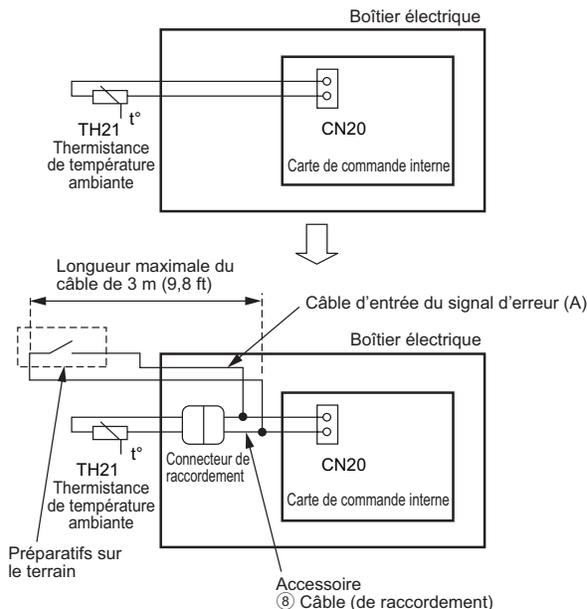

Fig. 5-6
- ① Méthode d'entrée du signal d'erreur (Fig. 5-6)
- Retirer la thermistance de température ambiante TH21 de la carte de commande interne et connecter le câble ⑧ (de raccordement) fourni avec le produit.
- Connecter un signal d'erreur (une entrée de contact sans tension) à un câble d'entrée du signal d'erreur (A).
- ② Signification du signal d'erreur